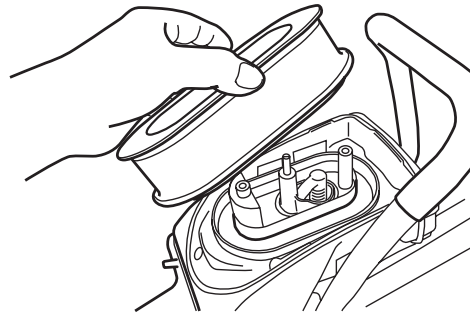

Figure 13
3. Dévisser les deux boulons de fixation de l'élément du filtre et retirer l'élément du filtre. Voir figure 13.